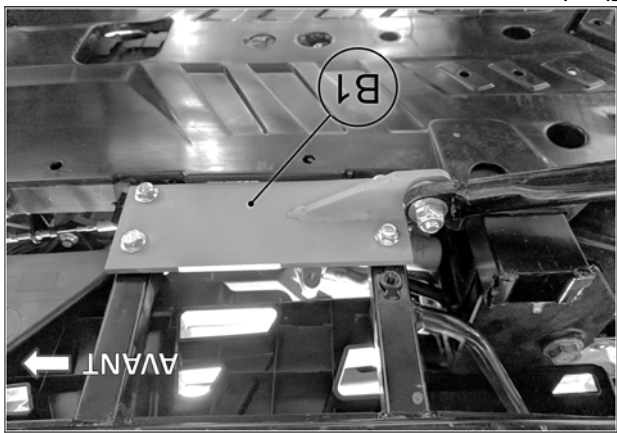

Fig. 4
5. Fixer la plaque d'ancrage (B1) au même emplacement sous le châssis, à l'aide des boulons retirés. Voir la Fig. 4